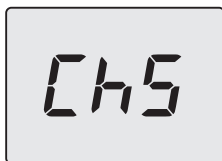

Figura 7.5
- Scorrere i vari menu premendo i tasti 17 (indietro) o 19 (avanti) fino a far apparire sul display LCD la scritta **Ch5** (Figura 7.5) che indica il menu "Spazzacamino".